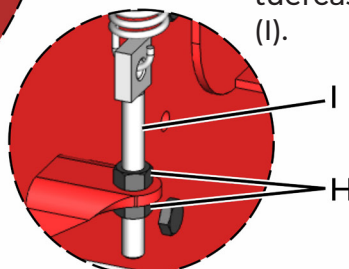

fig. 20
1. Apriete el tensor (A) (*fig. 20*) para sacar la tensión de la cadena. Trabe el tensor por medio del tornillo (B) y la traba (C);
2. Suelte el tornillo (D) de fijación de las ruedas dentadas;
3. Coloque la cadena (E) en la rueda dentada (F) deseada (Z17/19/21);
4. Realice la alineación entre la rueda dentada seleccionada y la rueda dentada de activación del sinfín, y, por último, fije nuevamente mediante el tornillo (D);
6. De ser necesario, ajuste la tensión de la cadena por medio de las tuercas (H) del tensor del resorte (I).